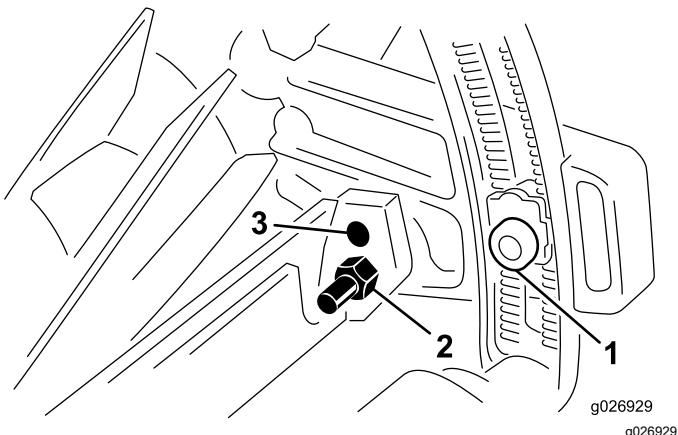

Figura 7
- Desaperte os parafusos que prendem as porcas de ajuste nos suportes do rolo (Figura 7).